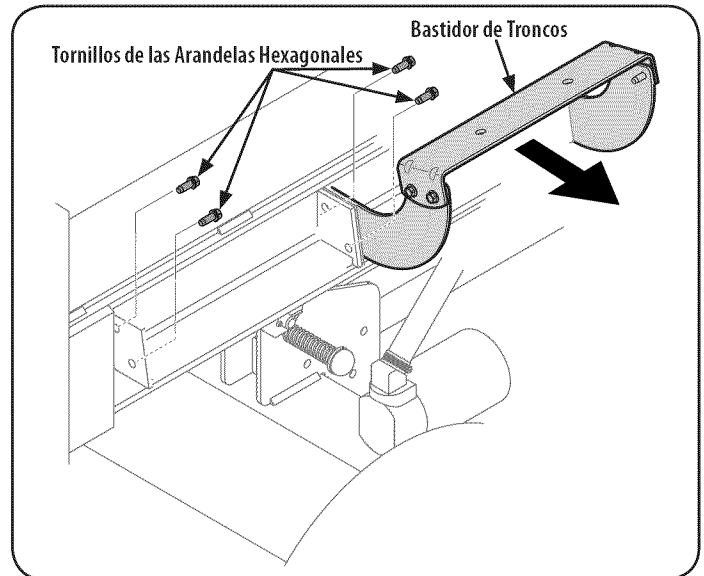

Figura 6
17. Desconecte el bastidor de troncos de la vigueta que está al costado de la válvula de control extrayendo los dos tornillos de las arandelas hexagonales que lo sujetan a la vigueta y los dos tornillos de las arandelas hexagonales de brida de la vigueta. El bastidor está desplazado a los fines del envío. Vea la Figura 6.